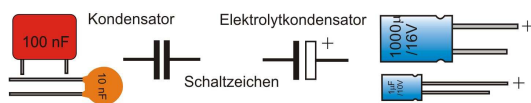

Bild 5: Gebräuchliche Kondensatortypen
Je größer die Fläche der Platten, um so mehr Kapazität - die übrigens in Farad (F) angegeben wird - können sie speichern. Wenn man die Spannung vom Kondensator trennt und die Platten mit einem Draht kurzschließt, entladen sie sich wieder. Bild 5 zeigt zwei unterschiedliche Bauformen: Links der normale Kondensator, rechts der Elektrolytkondensator, auch kurz als Elko bezeichnet. Dieser kann durch seine Aufbauweise wesentlich mehr Kapazität aufnehmen und speichern, da ein chemisches Substrat (Elektrolyt) integriert ist. **Wichtig:** Die Anschlüsse des Elkos sind gepolt, d. h., sie dürfen nicht vertauscht werden. Deshalb ist auch das Schaltzeichen anders. Die positive (Plus-)Seite besitzt ein weißes Feld, die negative ist schwarz.
die Fläche der Platten, um so mehr Kapazität - die übrigens in Farad (F) angegeben wird - können sie speichern. Wenn man die Spannung vom Kondensator trennt und die Platten mit einem Draht kurzschließt, entladen sie sich wieder. Bild 5 zeigt zwei unterschiedliche Bauformen: Links der normale Kondensator, rechts der Elektrolytkondensator, auch kurz als Elko bezeichnet. Dieser kann durch seine Aufbauweise wesentlich mehr Kapazität aufnehmen und speichern, da ein chemisches Substrat (Elektrolyt) integriert ist. **Wichtig:** Die Anschlüsse des Elkos sind gepolt, d. h., sie dürfen nicht vertauscht werden. Deshalb ist auch das Schaltzeichen anders. Die positive (Plus-)Seite besitzt ein weißes Feld, die negative ist schwarz.